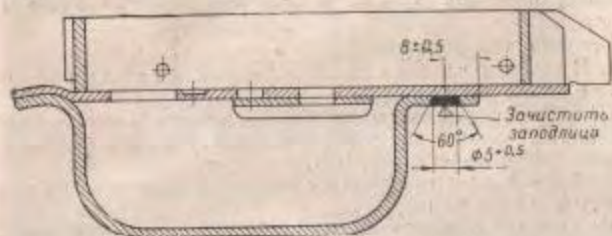

Рис. 33. Приварка передней части спусковой скобы
(II) Раззенковать в передней части спусковой скобы отверстие и приварить скобу к спусковой коробке электродугуговой сваркой электродом Э34-3 (рис. 33).